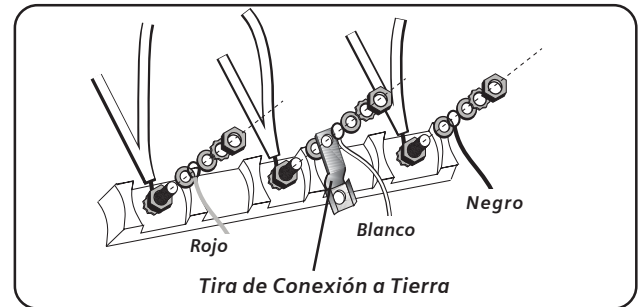

Figura 7
4. Fije el cable blanco, la arandela redonda, la arandela de estrella y la tuerca EN ESTE ORDEN en la parte superior de la tira a tierra sobre el poste central. No quite la tira de conexión a tierra. (Vea Figura 7).
5. Fije el cable rojo, la arandela redonda, la arandela de estrella y la tuerca EN ESTE ORDEN al poste izquierdo. (Vea Figura 7).
6. Fije el cable negro, la arandela redonda, la arandela de estrella y la tuerca EN ESTE ORDEN al poste derecho (Vea Figura 7).